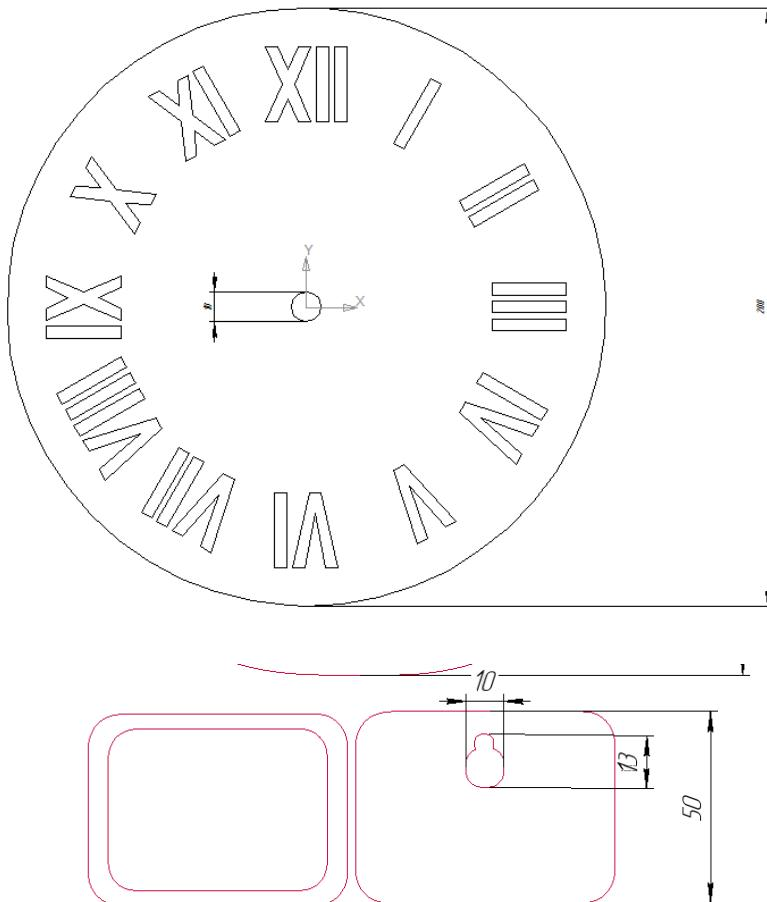

Рис. 1.Наглядное изображение готового изделия и макета
**Образец:** Циферблат (см. рис. 1).